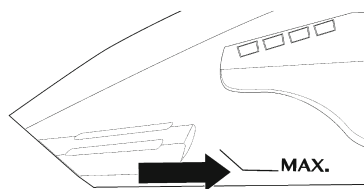

Fig. 6
- In caso di aspirazione di liquidi, non superare l'indicazione di riempimento massimo (fig. 6). Per misurare il livello, l'apparecchio deve essere in posizione verticale con l'apertura di aspirazione (9) rivolta verso il basso.